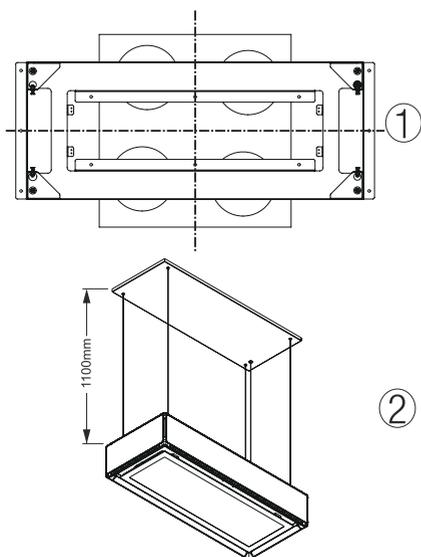

Fig. 16
1. ➤ La lamiera per la sospensione a soffitto deve essere posizionata al centro del fornello. Quando si fissa lo schema di Installazione alla superficie, accertarsi che sia al centro del piano cottura (Fig. 16/ 1).
La distanza tra il soffitto e la cappa è di 1100 mm, mentre l'apparecchio si trova nella posizione più bassa (Fig. 16).